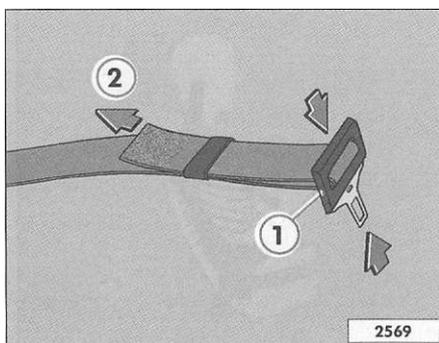

Fig. 13 Cinto subabdominal
- Pressione a lingüeta conforme ilustrado fig. 13 © -setas- e alongue totalmente o cinto.
- Aperte a lingüeta contra o fecho e puxe a extremidade => fig. 13 © até atingir uma folga máxima de 3 dedos (5 cm) na região subabdominal.